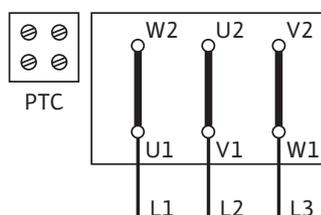

Fig. 45: Пуск Y-Δ
Схема электроподключения находится в клеммной коробке (см. также Fig. 45/46).
- Электроподключение к клеммной колодке зависит от мощности двигателя P_2 , от сетевого напряжения и от типа пуска. Необходимое переключение соединительных перемычек в клеммной коробке можно определить по следующей таблице «Табл. 4. Распределение клемм» на стр. 106 и Fig. 45/46.
| Пуск Y-Δ (стандарт) | Соединительные перемычки удалить (Fig. 45) |